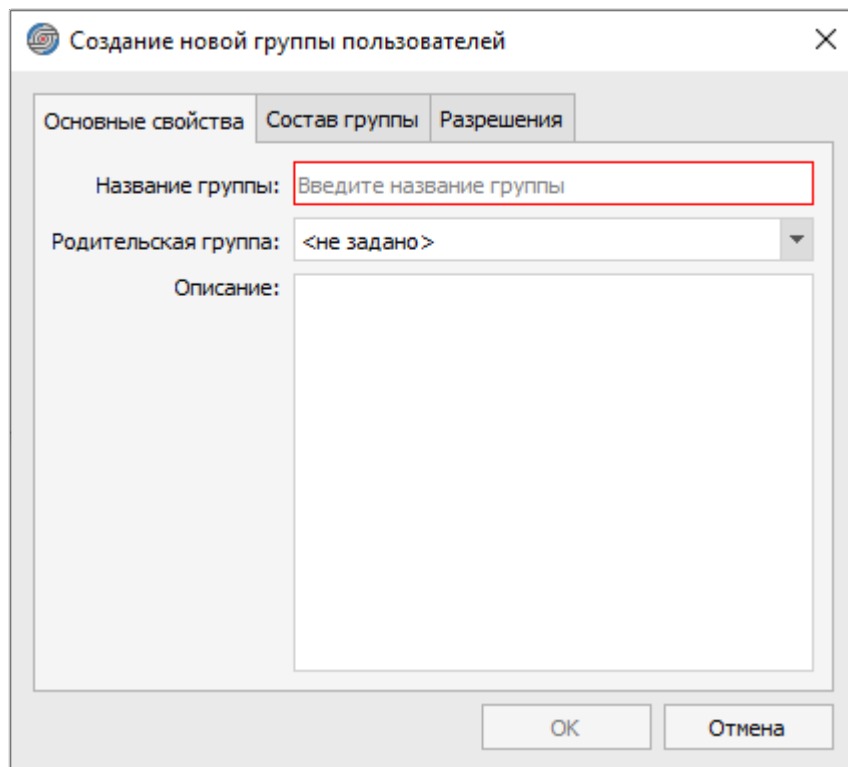

Рисунок 81. Вкладка «Основные свойства» диалогового окна «Создание новой группы пользователей»
- 3) На вкладке «Основные свойства» (см. рисунок 81) заполнить следующие поля: